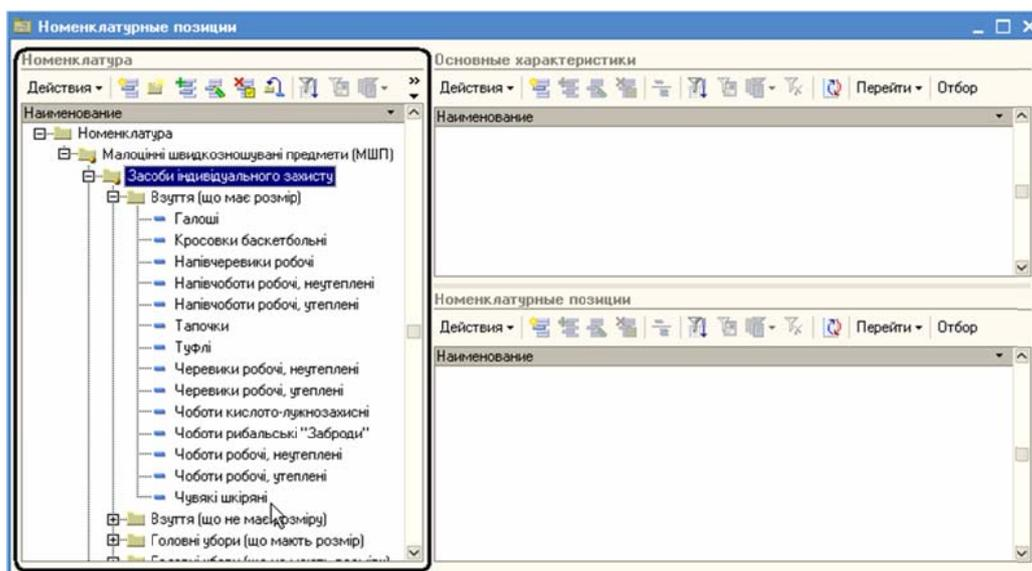

Рисунок 140 – Выбор номенклатуры в табличном поле «Номенклатура» классификатора
2. Выбрать номенклатуру (Рисунок 140), раскрыв нужную группу ТМЦ в табличном поле «Номенклатура» классификатора.